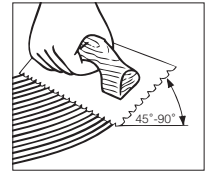

Figura 9
- Sostenga la llana a un ángulo mínimo de 45° (Figura 9) firmemente contra la base para obtener un índice de distribución de 40-60 pies cuadrados (4-5 metros cuadrados) por galón. La llana deja resaltos de adhesivo y muy poco adhesivo entre los resaltos. Esto aún le permitirá ver los cordeles entizados entre los resaltos y obtener el índice de distribución recomendado.